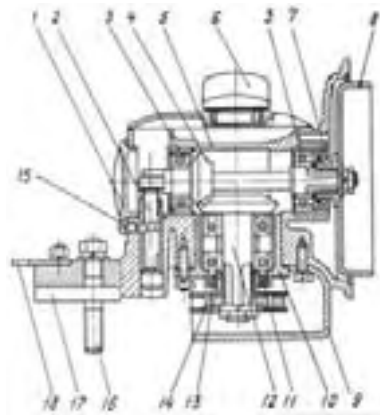

Рисунок 7 — Редуктор
- снять ведущую звездочку 13 (рисунок 7);
— снять корпус большой шестерни 10 (рисунок 7) и заполнить смазкой литол-24 полость шестерен и подшипников большой шестерни (50—60 г), снять крышку 1 (рисунок 7) и заполнить смазкой полость червячной пары привода маслососа. Повернуть звездочку редуктора 5—6 раз;